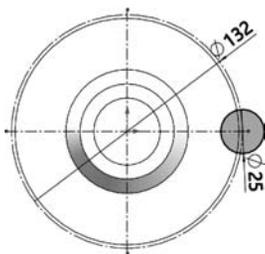

图 5-34 孔定位 2
④ 在 FeatureManager 设计树中单击刚建立的孔特征,从快捷工具栏中单击【编辑草图】按钮 ,进入【草图】环境,设定孔的圆心位置,如图 5-34 所示,单击【退出草图】按钮 ,退出【草图】环境。